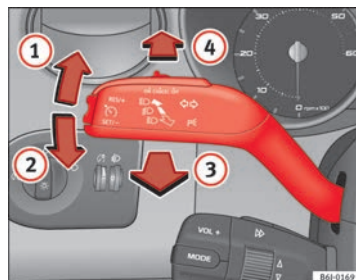

Fig. 60 Palanca de intermitentes y de luz de carretera
- Desplace la palanca hacia arriba hasta el tope ⇒ fig. 60 ① para encender el intermitente **derecho** o bien hacia abajo ②, para encender el intermitente **izquierdo**.
- Desplace la palanca hacia adelante $\Rightarrow$ fig. 60  para encender la luz de carretera.